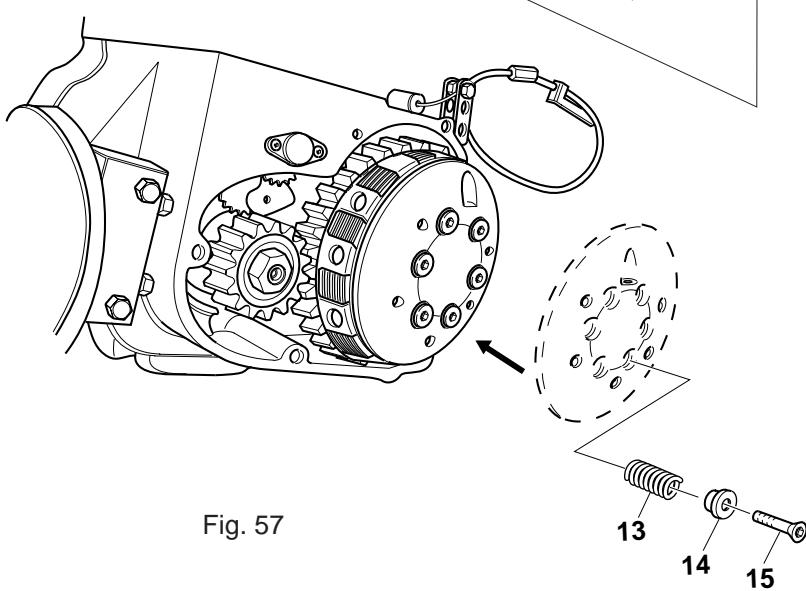

Fig. 57
8. Montare il piatto spingidisco con relative molle, scodellini e viti.(fig.57)
8. Fit the pressure plate with relevant springs, caps and screws (fig. 57).
8. Die Druckplatte mit den entsprechenden Federn, Ventilfedertellern und Schrauben montieren (Abb. 57).
8. Monter le plateau d'embrayage ainsi que ses ressorts, ses garnitures et ses vis (fig.57).